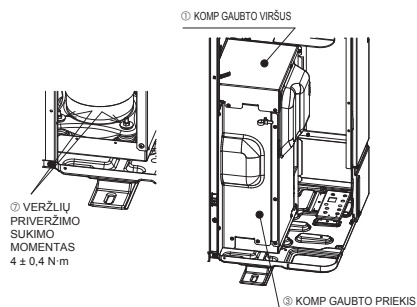

Fig. 4-2
- Išėmę KOMP fiksuojamąsias dalis, būtinai priveržkite veržles ir vėl uždėkite KOMP GAUBTO VIRŠŲ ir KOMP GAUBTO PRIEKĮ į jų pradinės vietas. (Fig. 4-2)